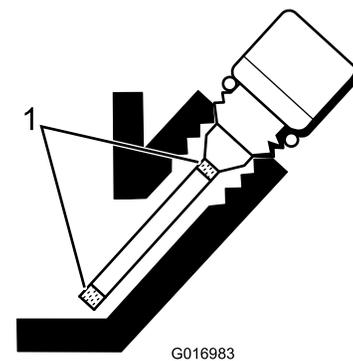

Figura 23
5. Si el nivel es bajo, añada solamente aceite suficiente para que llegue entre las marcas del indicador (Figura 23).